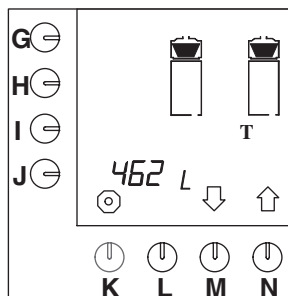

Fig. 50 Totalräkneverk bryggarsystem
- Tryck på valtangenten (N.)↑ tills fig. 50 visas på displayen.